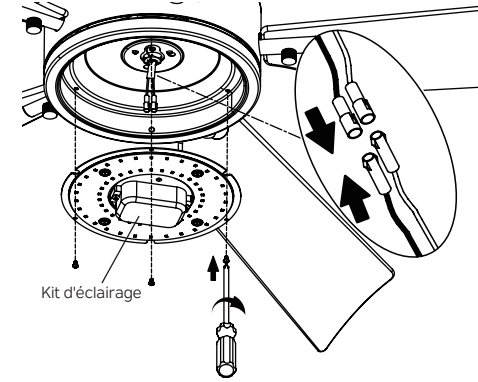

Fig. 22
Étape 1. Tenez le kit d'éclairage LED sur la plaque d'éclairage, puis connectez les 2 connecteurs à une broche du kit d'éclairage aux 2 connecteurs à une broche de l'ensemble moteur. Connectez le fil noir au fil noir et le fil blanc au fil blanc. Fixez le kit d'éclairage à la plaque d'éclairage et serrez solidement avec trois (3) vis du jeu de vis. (Fig. 22)